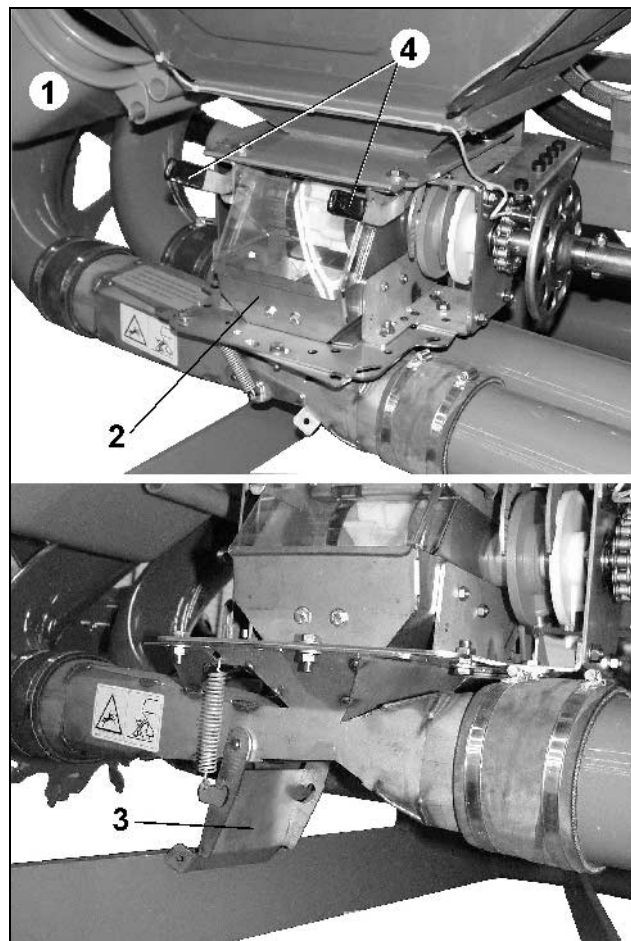

Fig. 102
- Para el vaciado del tanque de siembra colocar un cubo de colección (Fig. 102/1) debajo de la(s) unidad(es) dosificadora(s) (Fig. 102/2).
- Empujar la palanca (Fig. 102/4) hacia abajo y enclavar. Con la palanca se abre una salida detrás de la unidad dosificadora y el tanque se vacía. (Eventualmente cerrar de vez en cuando la salida y vaciar el cubo de colección).
- A continuación abrir la compuerta de esclusa del inyector (Fig. 102/3) y así vaciar el inyector.
¡Peligro de aplastamiento al abrir y cerrar la compuerta de esclusa del inyector (Fig. 102/3)!